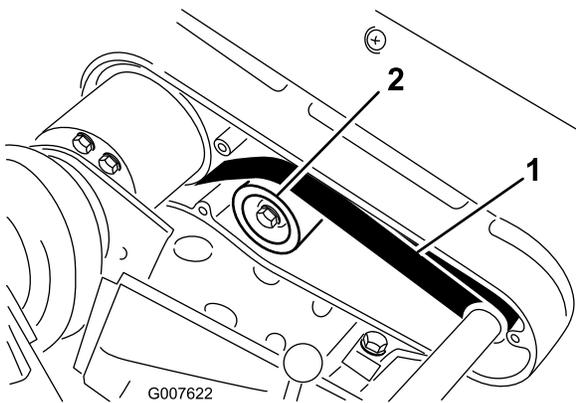

Figura 38
2. Compruebe la tensión presionando la correa en el punto intermedio entre las poleas (Figura 38) con una fuerza de 22 a 26 N.
- A. Afloje la tuerca de montaje de la polea tensora y pivote la polea tensora en sentido horario contra la parte trasera de la correa, hasta obtener la tensión deseada (Figura 38).